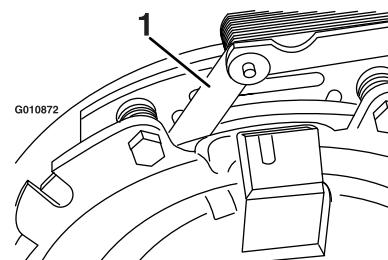
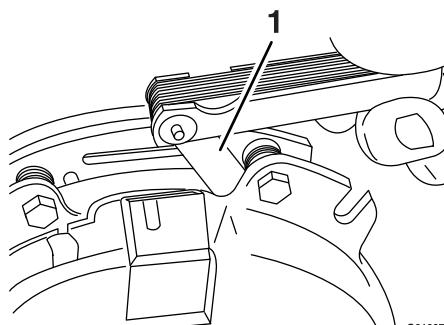

Figura 67
Figura 68
- Usando una galga de 0.25 mm (0.01"), compruebe la presencia de un espacio entre el rotor y la cara de la armadura en ambos lados del polo del freno, según se indica en Figura 67 y Figura 68.